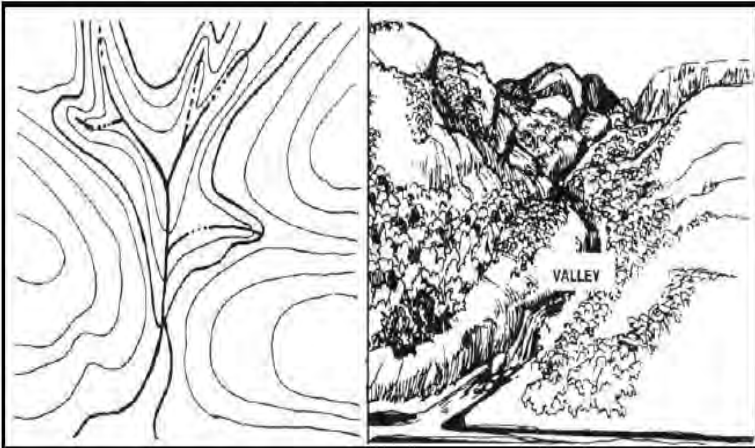

Figure 071-COM-1001-4. Valley.
d. Identify a ridge (Figure 071-COM-1001-5).